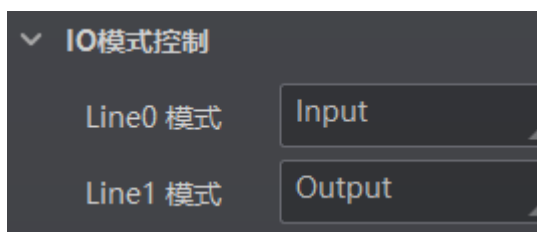

图3-36 设置输入/输出信号
2. 根据实际需求将双向 IO 设置为输入或输出信号，如图 3-36 所示。